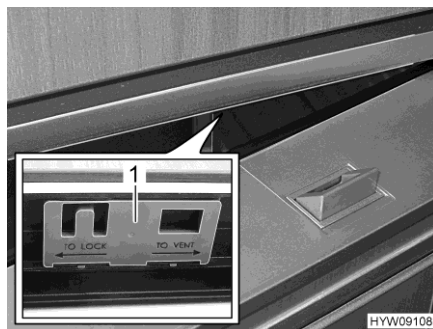

Fig. 95 Porta del frigorifero (posizione di ricircolo d'aria)
- Spingere il cursore (Fig. 95,1) verso destra.